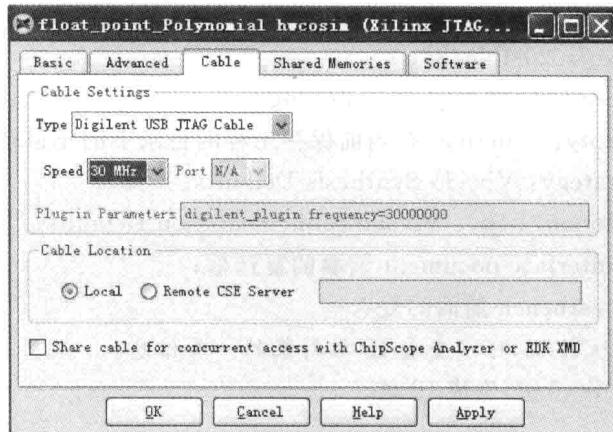
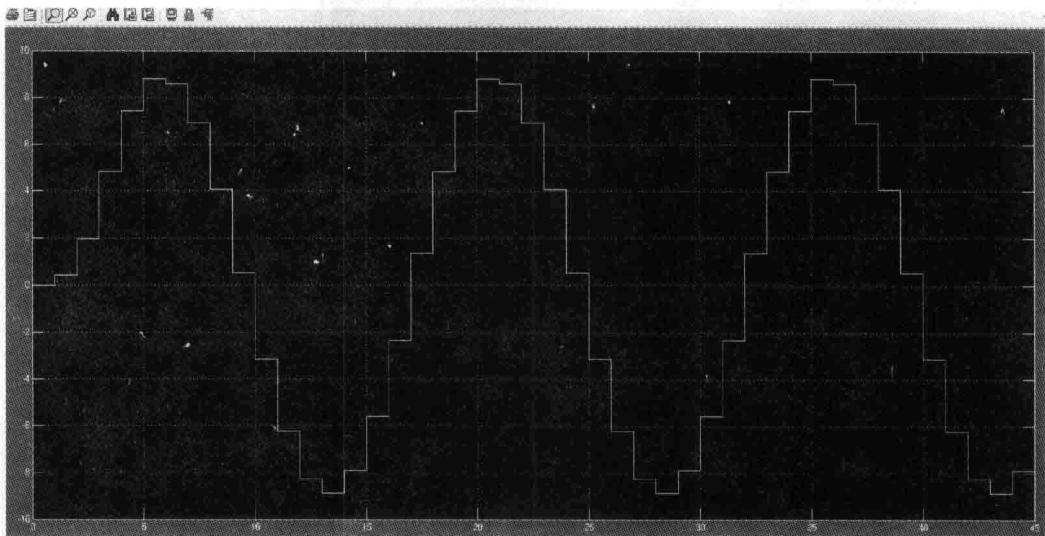

图 6.31 下载电缆配置界面
图 6.32 仿真结果界面
(3) 双击 6.30 界面内的 basic\_model hwcosim 符号,打开配置界面。
(4) 如图 6.31 所示,单击 Cable 标签,进入 Cable 设置界面。在 Cable Settings 下面的 Type 右侧下拉框中选择 Digilent USB JTAG Cable。
(5) 单击 OK 按钮。
(6) 在主界面的工具栏下单击 ▶ 按钮,启动硬件协同仿真。
(7) 等待仿真结束后,双击 Scope1 符号。如图 6.32 所示,打开仿真结果界面,观察协同仿真的结果。